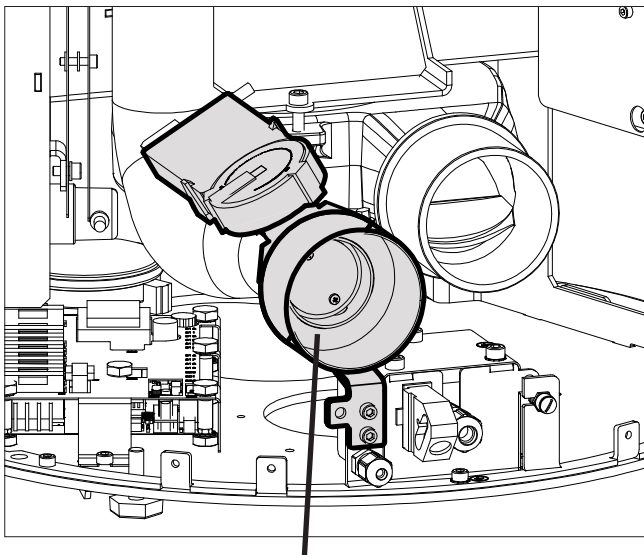

Fig.4 Verbrennungsluftklappe hinten angeschraubt
- Verbrennungsluftklappe am Gerät hinten (Fig.4) oder unten (Fig.5) anschrauben.